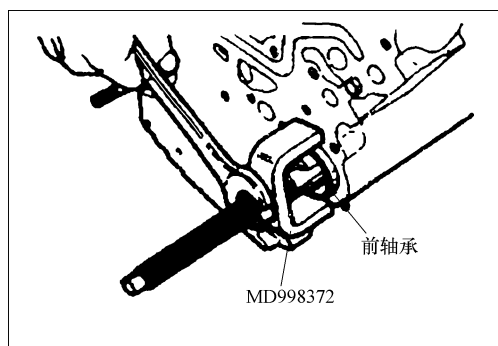

图 2-91 拆卸右平衡轴前轴承
4) 拆卸右平衡轴前轴承。如图 2-91 所示, 利用专用工具从气缸体上拆卸平衡轴右前轴承。必须先拆卸前轴承。若未拆下, 则不能使用后轴承拉出器。